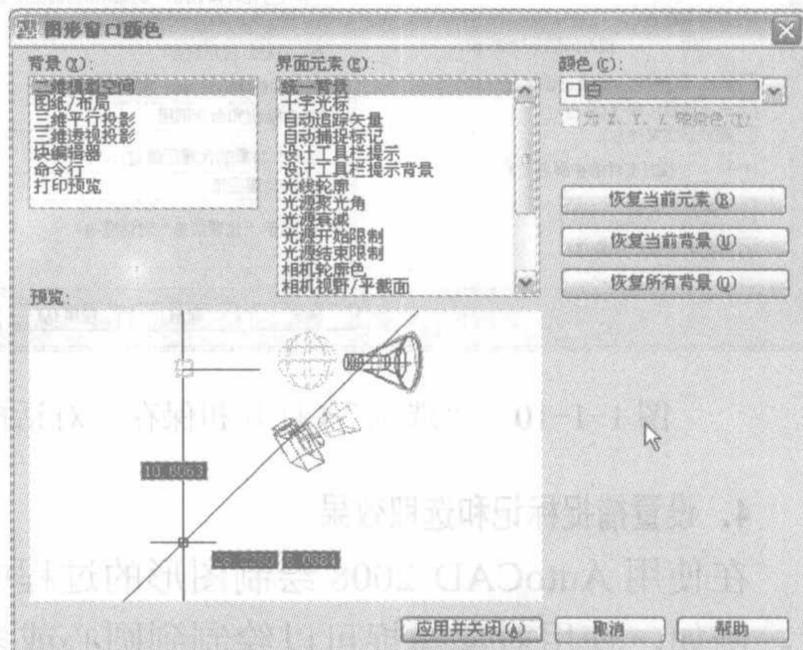

图 1-1-9 “图形窗口颜色”对话框
(3) 单击“窗口元素”区域中的“颜色”按钮，调出“颜色选项”对话框。在“图形窗口颜色”对话框中，在左侧的“背景”列表中单击选中“二维模型空间”选项，在中间的“界面元素”列表中单击选中“统一背景”选项，在右侧的“颜色”下拉列表中单击选中“白色”，如图1-1-9所示。然后，单击“应用并关闭”按钮，关闭该对话框并返回“选项”（显示）对话框，同时将黑色的绘图环境设置为白色。